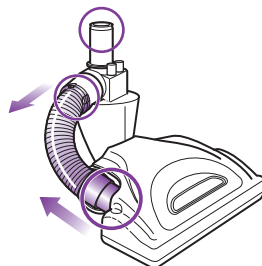

Fig. 30
- Détachez le tuyau souple de l'extrémité supérieure de la brosse à plancher motorisée en pressant les onglets ensemble et en tirant le tuyau vers le haut, puis détachez le tuyau de l'extrémité inférieure en tirant sur le raccord. Inspectez l'intérieur des trois orifices. (Fig. 30)